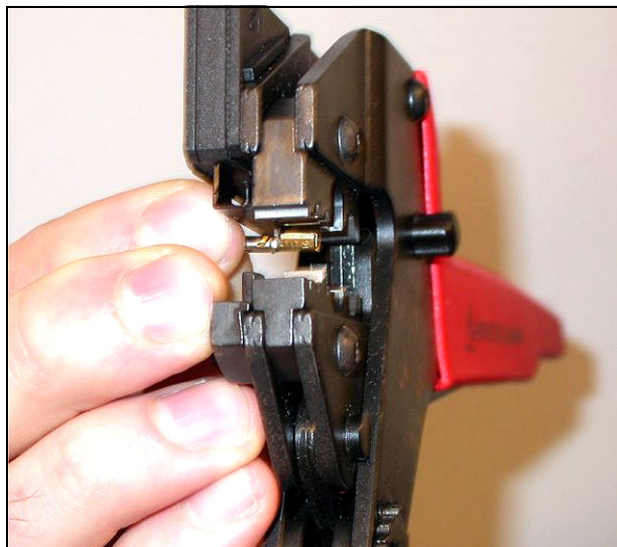
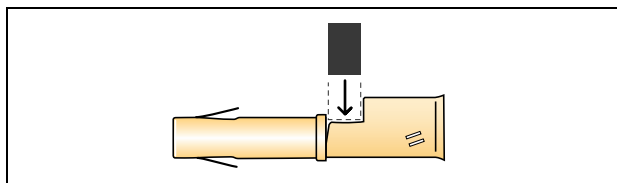

Abbildung 29.12: Buchsenkontakt quetschen (1)
Abbildung 29.13: Buchsenkontakt platzieren
- 10 Einen Buchsenkontakt in die Crimp-Zange setzen (Werkzeug 3, siehe Abbildung 29.12). An der Oberseite der Crimp-Zange ist eine Einkerbung zum Platzieren des Buchsenkontakts (siehe Abbildung 29.13).